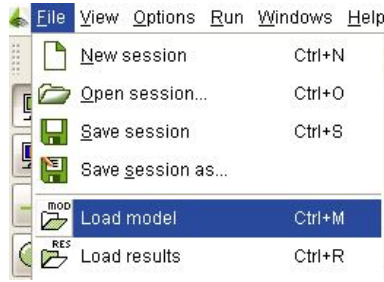

图 7-99 导入新文件名
(2) 计算结果分析。在 POSTFEKO 中导入新的文件名（方法如图 7-99 所示），运行并计算。